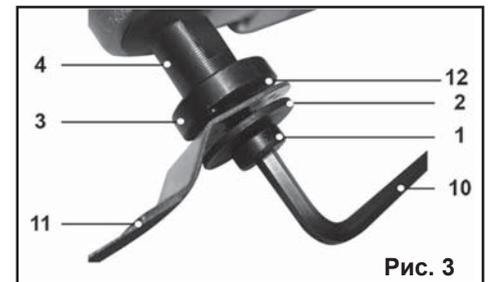

Рис. 3
**7.1 Установка насадок (Рис.3).**